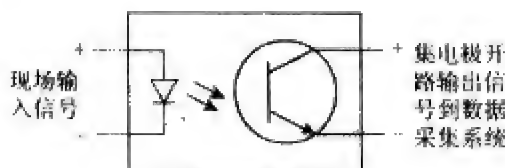

图 14-29 光隔离
**隔离** 测量信号的过程中，没有直接的电气连接（如图 14-29 所示）。隔离允许信号从信号源到测量设备的传输过程中，没有电气或物理的连接。利用光学或调制技术，去除高共模电压，隔断接地环路，期望的差分电压通过并被测量。隔离还可以提供重要的保护功能，避免高电压源如动力线、闪电和高压设备的损害。